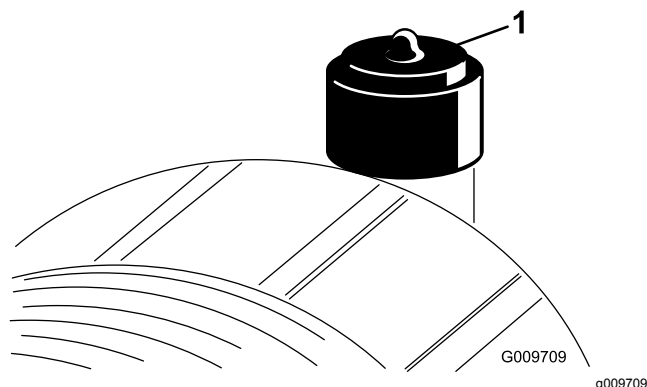

Figura 26
Effettuate la manutenzione del filtro dell'aria quando l'indicatore (Figura 26) lo richiede. Sostituendo il filtro dell'aria prima del necessario si aumenta il rischio che la morchia penetri nel motore quando si toglie il filtro.
6. Se la spia (Figura 26) è rossa, resettatela.